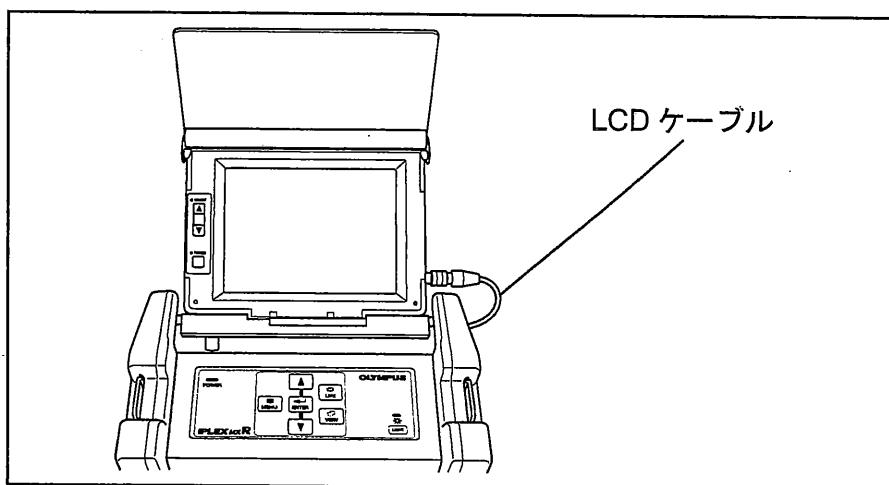

図 3.18
1. LCD ケーブルに切れなどの異常がなく、LCD コネクタ一部に確実に接続されていることを確認します（図 3.18 参照）。
2. LCD モニターが MX R 本体に対してスムーズに回転し任意の位置で固定されることを確認します（図 3.18 参照）。